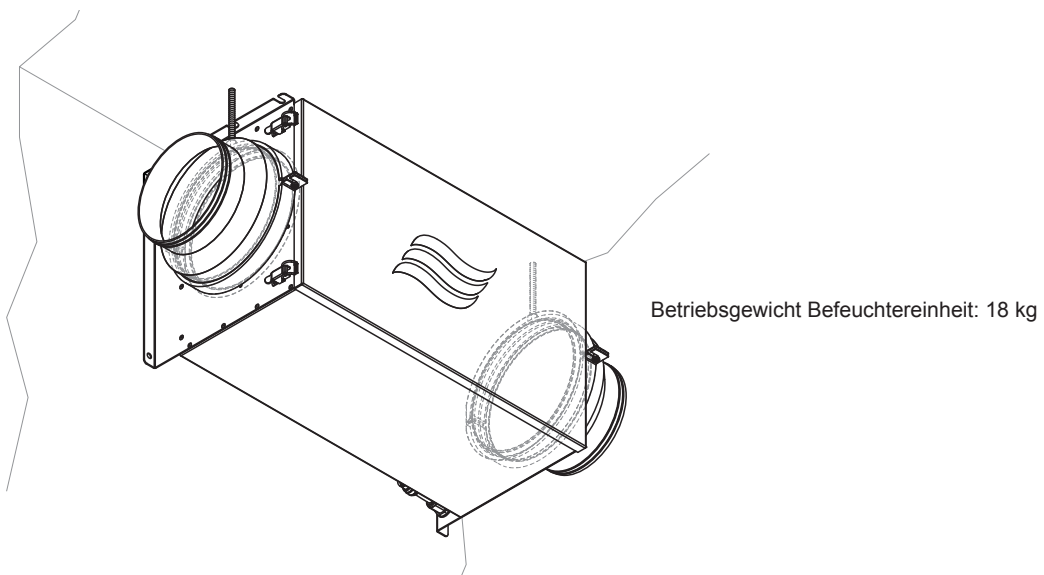

Abb. 12: Befeuchtergehäuse an den Rohrschellen befestigen
3. Das Befeuchtergehäuse an den Rohrschellen befestigen (siehe Abb. 12).